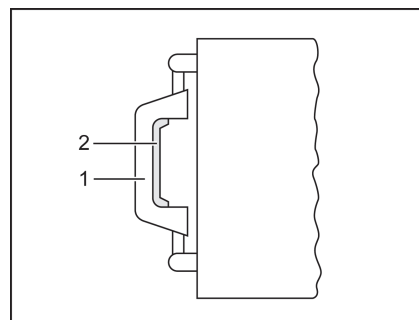

Fig. 42 Claraboya, tirador
- Presionar el cierre de resorte (Fig. 42,2) hacia el lado interior de la claraboya. Presionar simultáneamente hacia arriba la claraboya con el tirador (Fig. 42,1).
- Tirar la claraboya enérgicamente hacia abajo por los dos tiradores (Fig. 42,1), hasta que los dos cierres a presión engatillen.